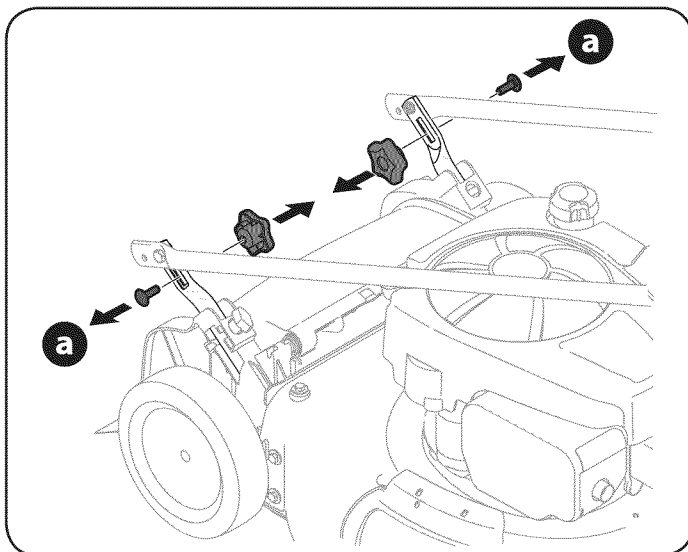

Figura 1
- a. Quite los tornillos y tuercas de mariposa transporte desde el mango como se muestra en la Figura 1. No afloje o quite los adyacentes tornillos de cabeza hexagonal.